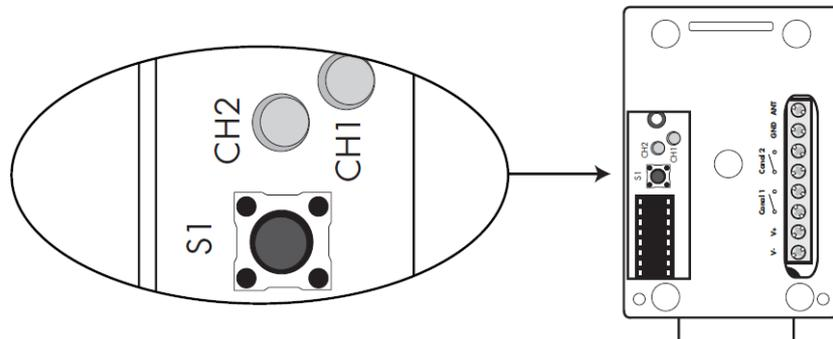

Fig 1
2. Appuyez sur le bouton S1 (fig 1), une fois pour le canal 1 et deux fois pour le canal 2. La diode correspondante, CH1 ou CH2 (fig 1), s'allume.